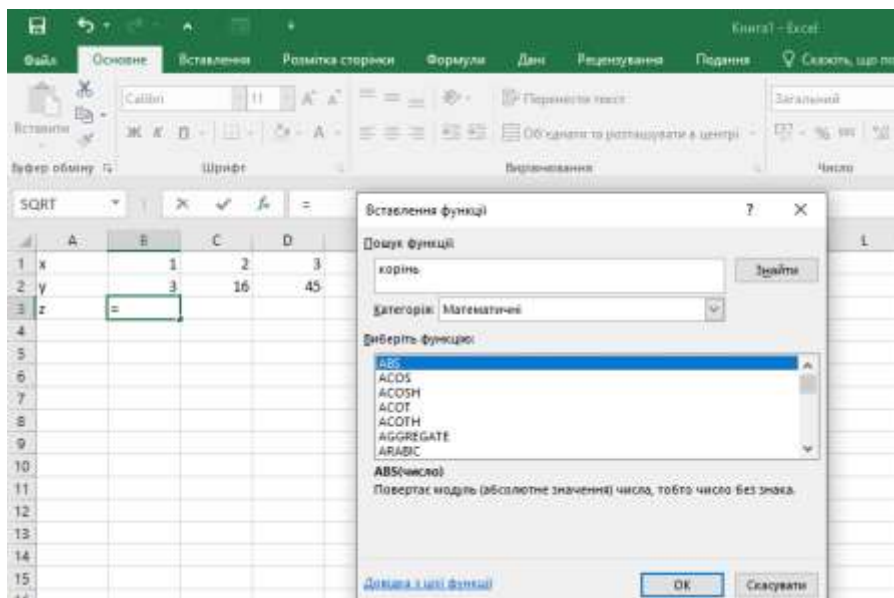

Рисунок 2.20 – Використання функцій
9. Визначення математичних функцій (рисунок 2.20).